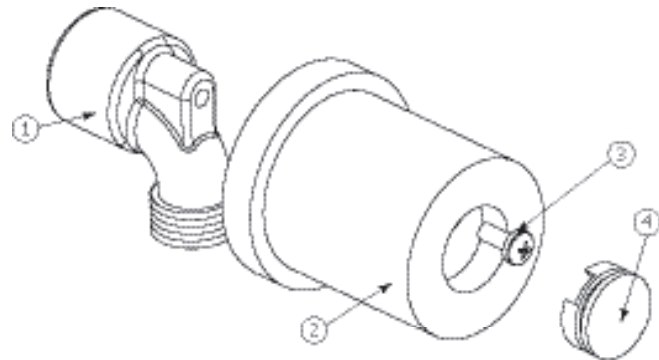

Fig.2
The waterway is sold pre-assembled. Remove the decorative cap (4) and the setscrew (3). Pull out the brass elbow (1) from the cover (2). (See Fig.2).
La sortie murale est vendue pré-assemblée. Enlever le capuchon décoratif (4) et la vis de retenue (3). Retirer le coude de laiton (1) de la garniture (2). (Voir Fig.2).